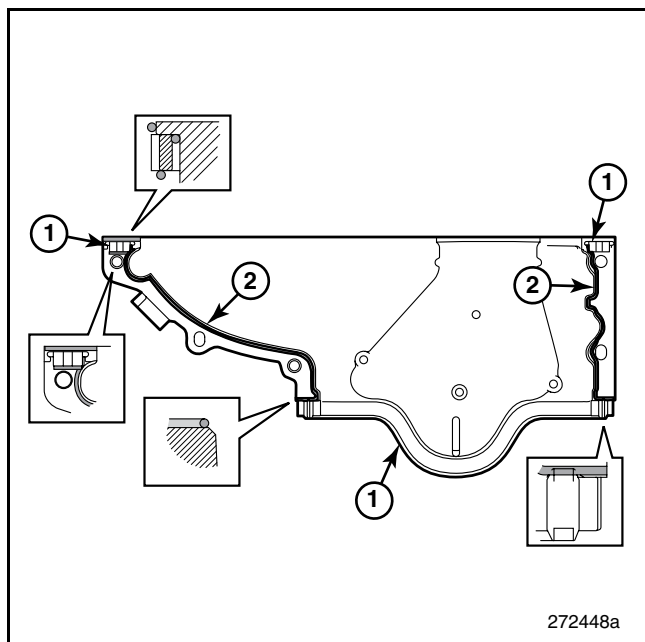

Figura 28 — Aplicación de los sellos de la tapa de recorrido y el sellante
- Aplice una gota de 2 mm (5/64 pulgadas) de sellante 3092340 en la superficie de montaje de la tapa del engranaje de recorrido e instale sellos de caucho **nuevos** (Figura 28).